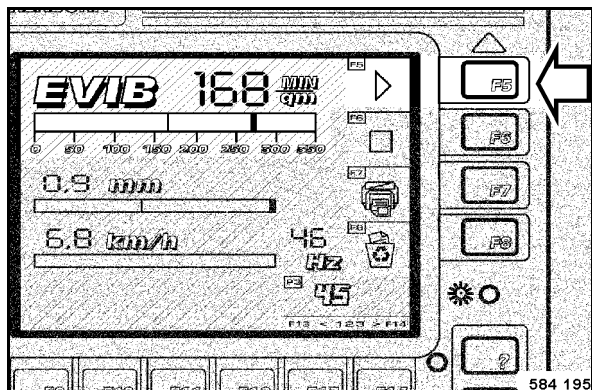

fig. 90
- La zone de contrôle à gauche de F5 (fig. 90) s'allume en vert.